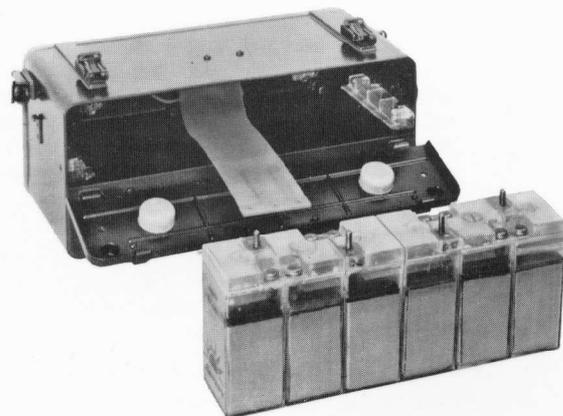

Abb. 6: Stromversorgungsgerät 6/12 Volt mit Akkusatz 2 x 6 Volt
c) **Ausbau des Akkusatzes (Abb. 6)**
d) **Einbau des Akkusatzes (Abb. 6)**